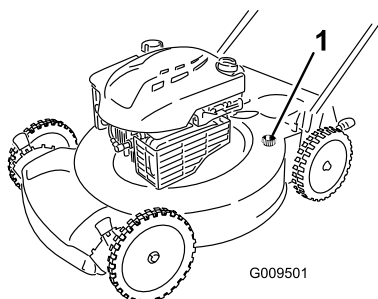

Рисунок 31
4. Присоедините садовый шланг, подключенный к источнику воды, к отверстию для промывки в корпусе машины (Рисунок 31).